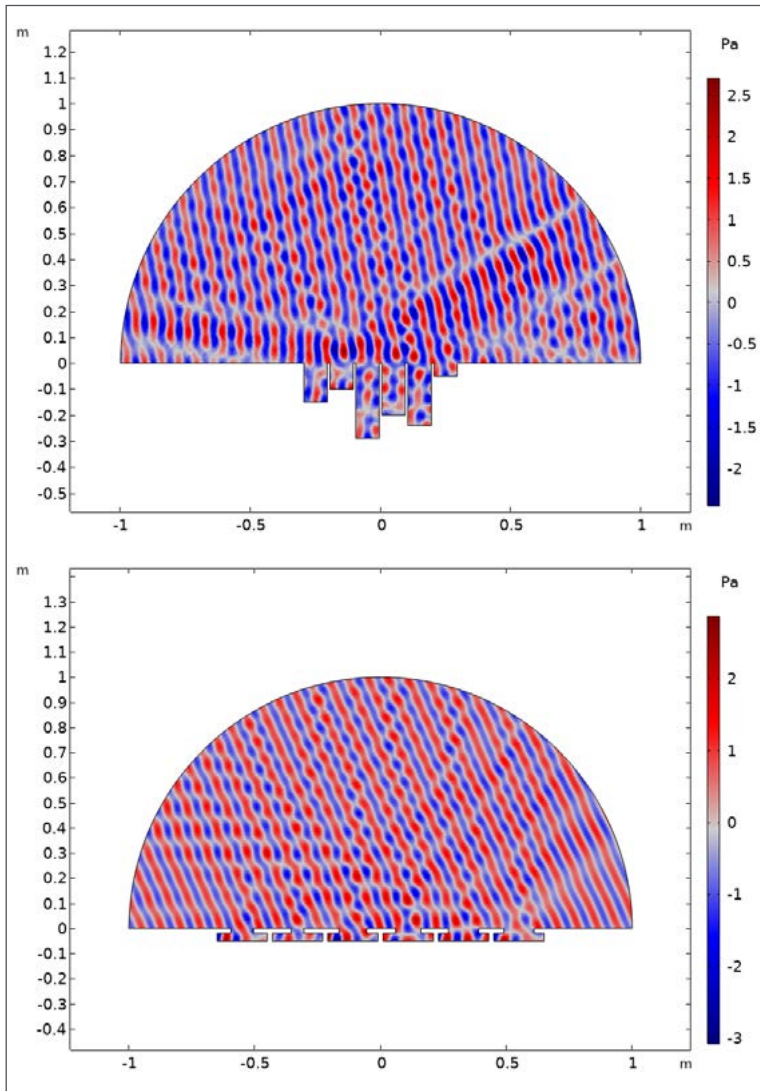

Abb. 1: Visualisierung des Schalldruckfelds eines Schröder-Diffusors (oben), sowie des metaoberflächenbasierten Schröder-Diffusors (unten).
fusor und den metaoberflächen-basierten Schroeder-Diffusor (siehe Abbildung 1 auf der folgenden Seite) zu vergleichen und zu veranschaulichen, wie der Streukoeffizient im Frequenzbereich in Bezug auf die akustische Druckschnittstelle berechnet wird. Der für die App ausgewählte Schroeder-Diffusor basiert auf der primitiven Wurzelfolge mit sieben als ungerader Primzahl, was einen Diffusor mit sechs Vertiefungen ergibt. Die Studie wird in 2D durchgeführt, um die Anzahl der Freiheitsgrade in der Simulation zu reduzieren. Im Fall des Schroeder-Diffusors werden zwei Fälle in Betracht gezogen: (1) Ein einzelner Diffusor, der in einer unendlichen Schallwand versenkt ist; (2) Eine Anordnung von drei nebeneinander liegenden Diffusoren mit insgesamt 18 Vertiefungen, die in einer unendlichen Schallwand versenkt sind. Im Falle des metaoberflächen-basierten Diffusors wird als Vergleichsbeispiel nur der Fall des einzelnen Diffusors, der in einer unendlichen Schallwand versenkt ist, betrachtet. Mit Hilfe verschiedener Anordnungen kann für beide Diffusortypen der Effekt der Periodizität untersucht werden. Dabei können in den Schroeder-Diffusoren sowie der metaoberflächen-basierte Schroeder-Diffusor die Tiefen und die Breiten der Einbuchtungen variiert werden, um die unterschiedlichen Einflüsseffekte der Geometrie darzustellen.